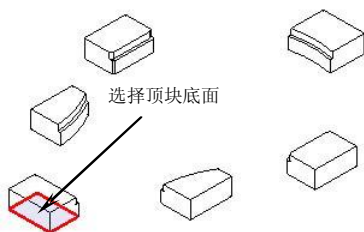
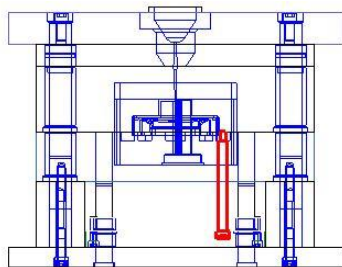

图7-95
图7-96
3. 在【标准件管理】对话框中单击【确定】按钮，弹出【选择一个面】对话框。选择顶块底面，如图 7-95 所示。在弹出的【点构造器】对话框中输入【绝对】坐标点 (85.08, 0, 0)，然后单击两次【确定】按钮创建螺钉，如图 7-96 所示。